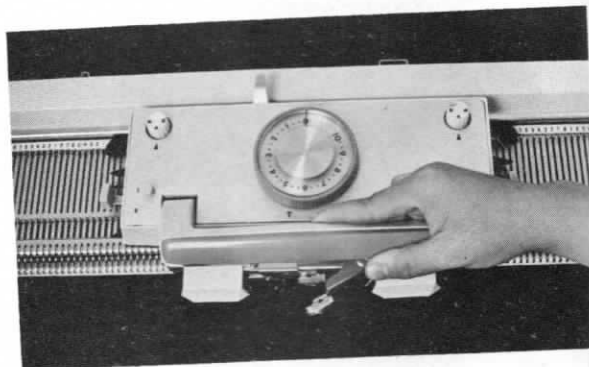

Fig. 11
7. Levantar el puño del carro hacia atrás (Fig. 11).